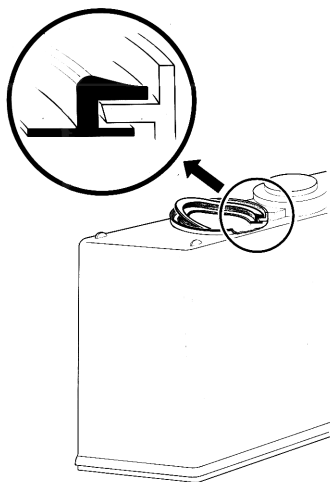

figura 9
- 3 - Poner la junta al contenedor, de modo que el borde de mayor espesor se quede exteriormente al mismo contenedor (ver figura 9).